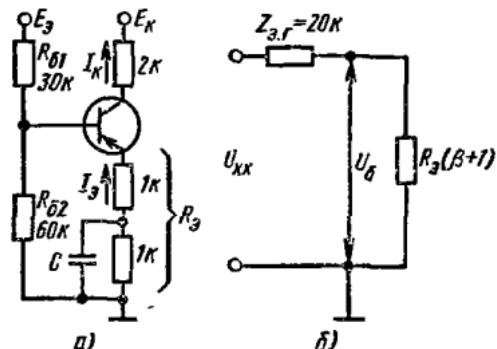

Рис. 2.35
**2.58.** Данна схема, изображенная на рис. 2.35, а. Определить коллекторный ток, если коэффициент передачи тока базы транзистора  $\beta = 50$ .
Входное сопротивление  $R_{\text{вх}}$ , измеряемое между выводом базы и заземленным выводом эквивалентной схемы,  $R_{\text{вх}} = R_3(\beta + 1) = 2 \cdot 51 = 102$  кОм. Эквивалентная схема контура эмиттера – база показана на рис. 2.35,б. Из этой схемы определим